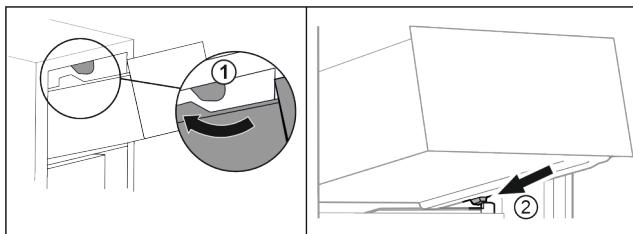

Fig. 94
- ▶ Прокарайте чекмеджето около горните ограничители. Fig. 94 (1)
- ▶ Поставете чекмеджето под ъгъл зад долните ограничители върху реброто на съда. Fig. 94 (2)